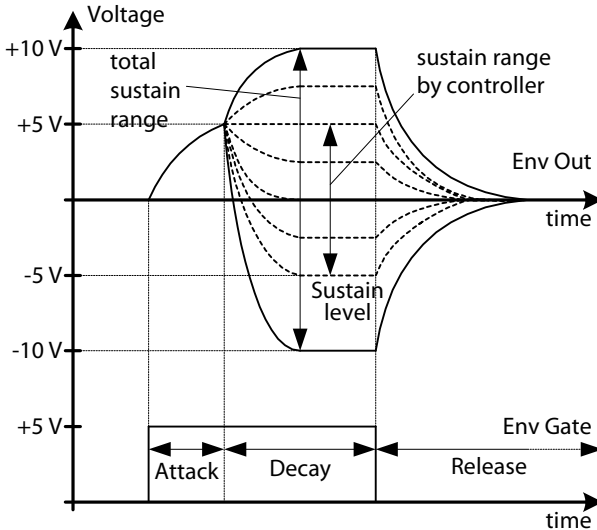

Abb. 6 Hüllkurvenbereiche
Phase zu einer weiteren Anstiegsphase, die sich asymptotisch dem Sustain-Wert nähert. Eine Steuerspannung von bis zu -5 V führt zu einem Sustain-Wert von -10 V. Die **LED's (11), (17) und (20)** begleiten die entsprechenden Phasen durch zu- und abnehmende Helligkeiten. Sie leuchten bei positiven Hüllkurvenspannungen "grün" und "rot" bei negativen. In Abb. 6 werden diese Zusammenhänge verdeutlicht.